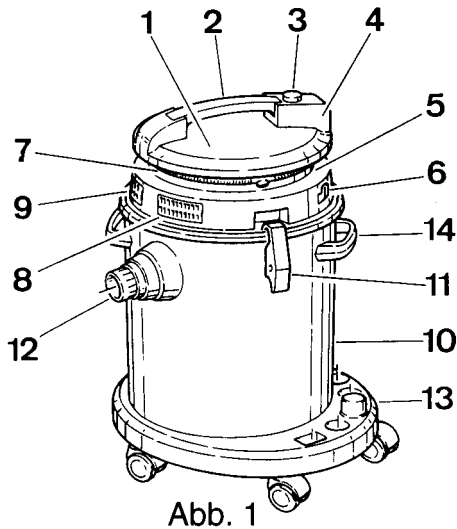

Abb. 1
- Stecken Sie das gerade Ende des Saugschlauches fest in die Ansaugöffnung (**Abb. 1, 12**) des Staubsaugers.
Bei Verwendung Saugohres Stahl V 130 (**Bild 1**):
- Prüfen Sie, ob die Netzspannung der auf dem Leistungsschild angegebenen Spannung des Gerätes entspricht. Durch Druck auf die Ein-/Aus-Taste (**Abb. 1, 3**) schalten Sie das Gerät ein bzw. aus. Die gewünschte Saugkraft kann am Handgriff mechanisch reguliert werden. (**Abb. 7**).
(Bild 1)
Der Spiralfederfilter (*Abb. 1, 7*) befindet sich unter der Kabelhalterung. Dieser muss in regelmäßigen Abständen gereinigt werden (2-3 mal die Lasche wegziehen und wieder zurückschnappen lassen). Sollten Sie die Spiralfeder öffnen, kann diese mit einer leichten Drehung wieder zusammengesteckt werden.
Verwenden Sie nur Original Famulus Ausblasfilter (*Abb. 1, 8*)
- ob sich der Ausblasfilter (*Abb. 1, 8*) verfärbt hat.